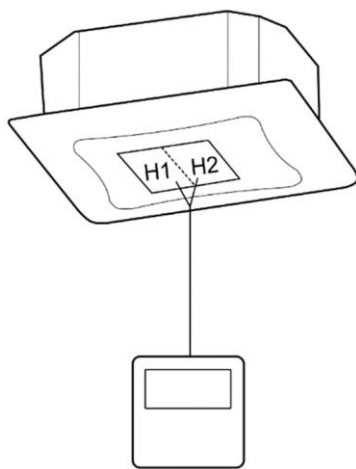
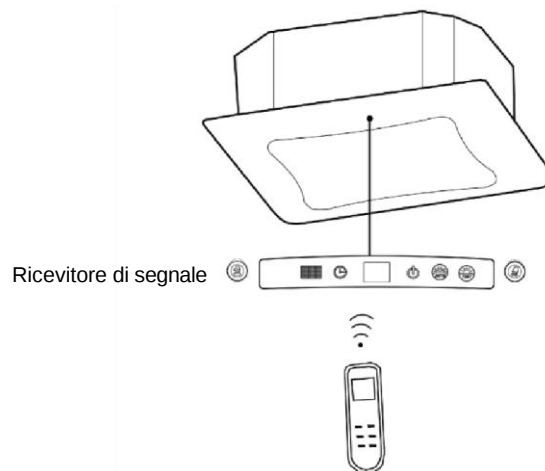

Fig.5.4.1
Fig.5.4.2
1) Il comando a filo è illustrato nella Fig. 5.4.1, il telecomando senza fili (opzionale) è illustrato nella Fig. 5.4.2, il ricevitore di segnale è dotato di pannello come accessorio standard.